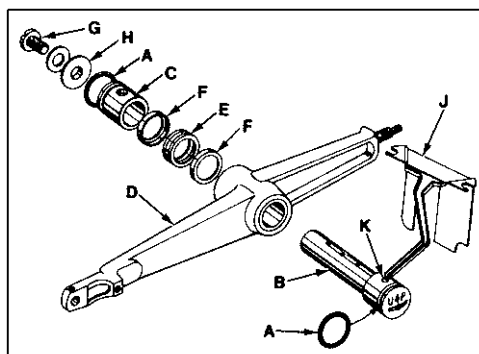

Fig. 18
1. Install „O”-rings (A, Fig. 18) onto needle lever stud (B) and thrust collar (C).
2. With needle lever (D) in machine and positioned properly, insert stud (B) through hole in needle lever until its shoulder contacts the needle lever and the word „UP” on stud is in the upright position. While making sure no binding exists in the needle bar link, secure stud (B) with the front set screw (G) in top of machine bed.
3. Install temper load ring (E) and compression cups (F) onto stud (B), then push ring and cups through opening in machine bed.
4. Install thrust collar (C) onto stud (B) being careful not to damage „O”-ring. Compress components together by tightening screw (G) until washer (H) bottoms against stud (B). Secure stud (B) in position using the rear set screw in top of bed.
1. Installieren Sie die Dichtringe (A, Fig. 18) auf den Nadelhebelbolzen (B) und die Buchse (C).
2. Mit dem Nadelhebel (D), richtig in die Maschine eingesetzt, setzen Sie den Bolzen (B) durch das Loch im Nadelhebel ein, bis sein Ansatz den Nadelhebel berührt und das Wort „UP” am Bolzen in senkrechter Position ist. Während Sie sicherstellen, dass das Nadelstangengelenk nicht klemmt, ziehen Sie den Bolzen (B) mit der Einstellschraube am oberen Maschinengehäuse wieder an.
3. Installieren Sie den Vorspannring (E) und die Druckhülsen (F) auf den Bolzen (B) und drücken Sie den Vorspannring und die Druckhülsen durch die Öffnung im Maschinengehäuse.
4. Installieren Sie die Buchse (C) vorsichtig auf den Bolzen (B) um Beschädigung des Dichtrings zu vermeiden. Drücken Sie die Teile zusammen, indem Sie die Schraube (G) anziehen, bis die Scheibe (H) gegen den Bolzen (B) drückt. Sichern Sie den Bolzen (B) in seiner Position, indem Sie die hintere Stellschraube am oberen Maschinengehäuse anziehen.